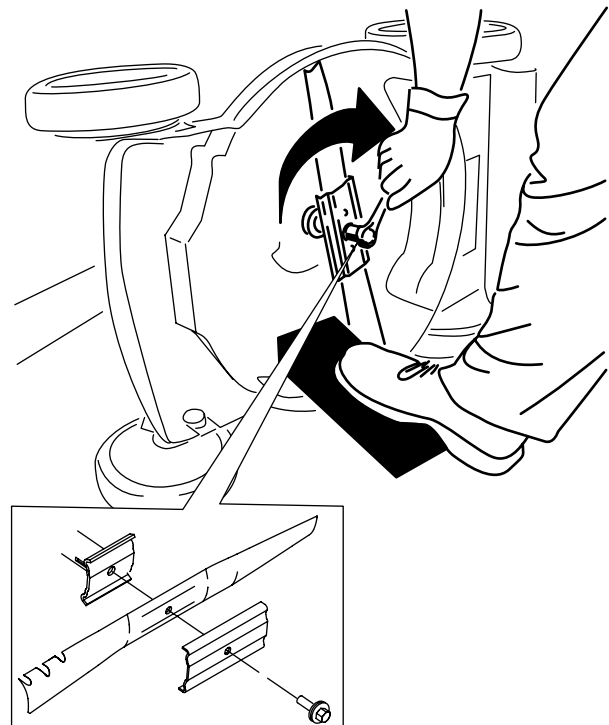

Figure 22
4. Montez la nouvelle lame, le support et le boulon de lame (Figure 22).